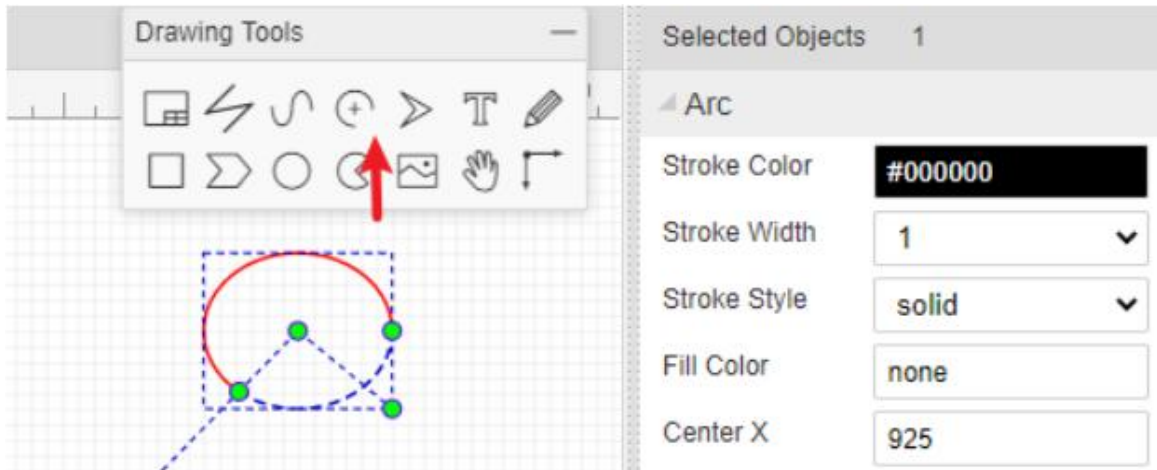
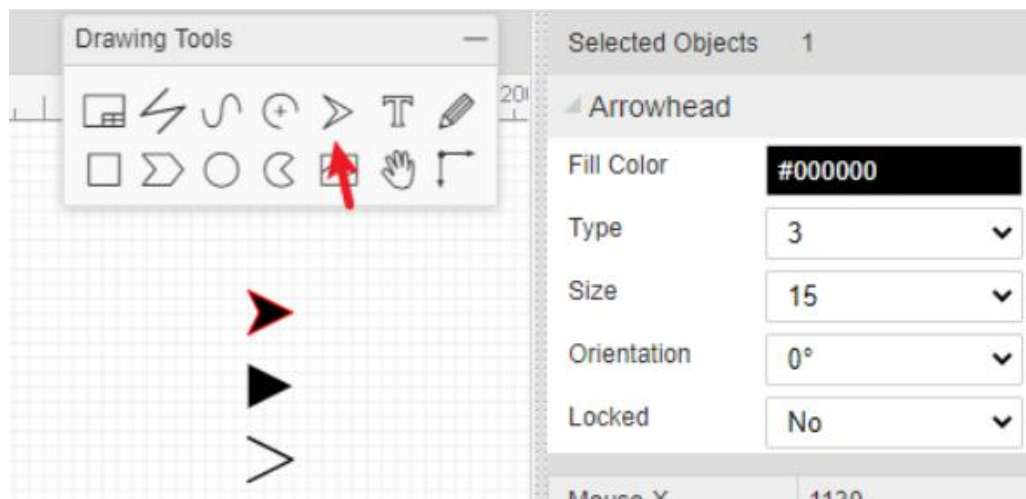
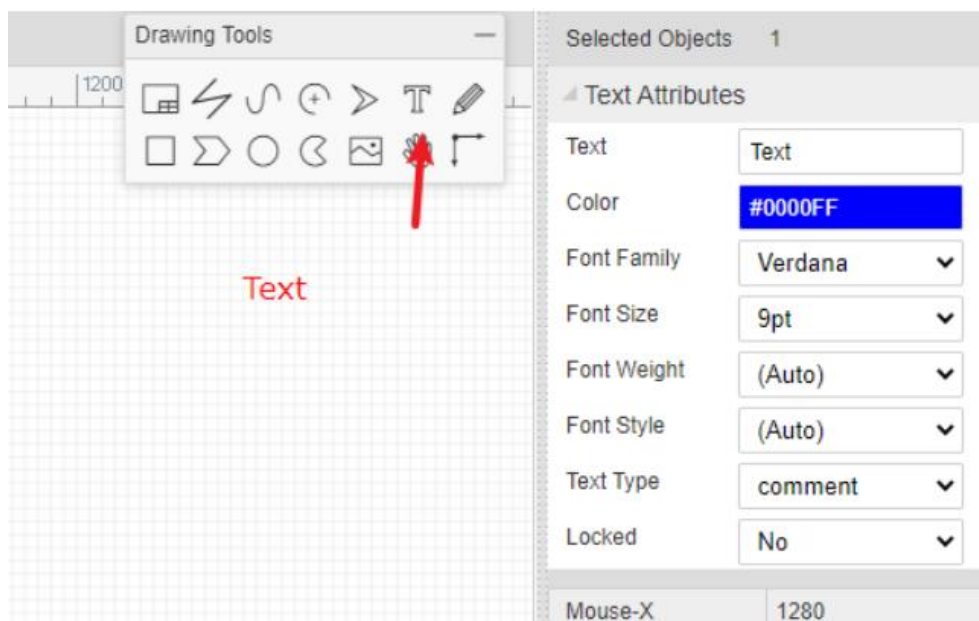

Рис.2.30 Отрисовка дуги
Рис.2.31 Направленные стрелки
Рис.2.32 Редактирование текста
Также можно нарисовать дугу любой формы (Рис.2.30). Для выделения текста или важной части схемы можно использовать направленную стрелку (Рис.2.31). Текстовые атрибуты позволяют настраивать режим использования надписей на документе (Рис.2.32):
- - Тип текста (**Text type**): типы включают комментарий и специи. Редактор запоминает последние параметры текста (Рис.2.32).